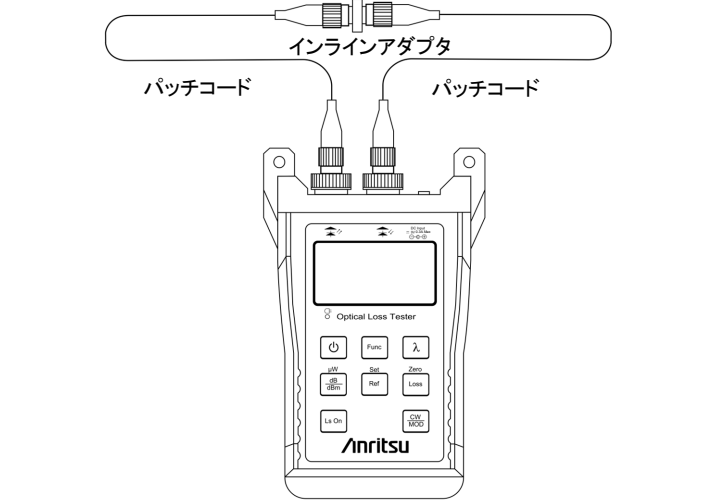

図3 光ロス測定のセットアップ
5. 本器の光出力コネクタ（光源）に接続されているパッチコードに、インラインアダプタを介して被測定ファイバを接続します。被測定ファイバのもう片端を本器の光入力コネクタ（光パワーメータ）に接続します（図 3 を参照）。